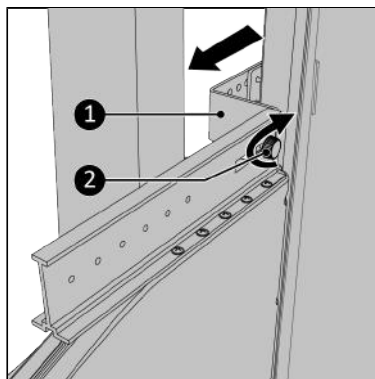

Figure 194.
9. Tirez le support vers vous autant que possible (Figure 194, pos 1) afin qu'il se fixe correctement.
10. Serrez le cache de la vis (Figure 194, pos. 2).